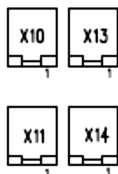

Fig. 32
6. Choisir les deux connecteurs libres de la carte électronique pour le branchement des piles neuves (X10 et X13 ou X11 et X14, Fig. 32).